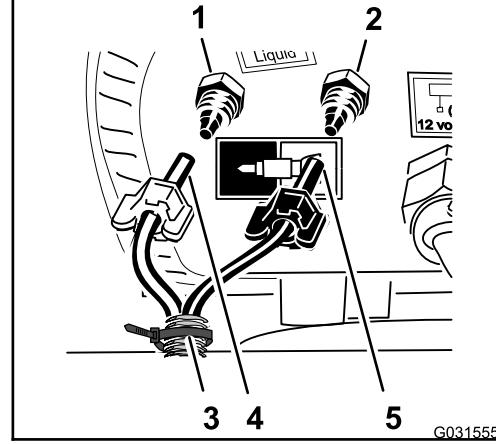

图145
1. 使用在 为泡沫标记喷嘴准备新管子总成 \(页码 13\) 的步骤 9 中准备的扎带连接管子将右喷洒段的蓝色管子与右喷洒段供水回路的压紧接头对齐 图145。
2. 将用于管子的压紧螺母安装到接头然后用手拧紧螺母 图145。
3. 将右喷洒段的透明管子与右喷洒段空气回路的压紧接头对齐 图145。
4. 将用于管子的压紧螺母安装到接头然后用手拧紧螺母 图145。